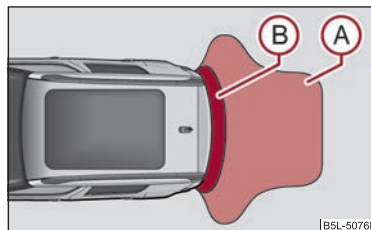
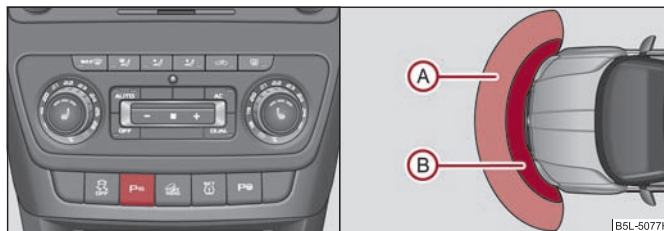

Fig. 117 Aparcamiento asistido: Zona de detección de los sensores traseros
Fig. 118 Activación del aparcamiento asistido / zona de detección de los sensores delanteros
La advertencia sobre la distancia comienza cuando la distancia hasta el obstáculo es de aprox. 160 cm (zona **A** ⇒ fig. 117). Al reducirse la distancia, se acorta el intervalo entre los impulsos sonoros.
La advertencia sobre la distancia comienza a una distancia de unos 120 cm al obstáculo delante del vehículo (zona **A** ⇒ fig. 118) y unos 160 cm al obstáculo detrás del vehículo (zona **A** ⇒ página 116, fig. 117). Al reducirse la distancia, se acorta el intervalo entre los impulsos sonoros.
El aparcamiento asistido se activa, estando conectado el encendido, acoplando la **marcha atrás** o pulsando la tecla ⇒ página 117, fig. 118 - en la tecla se enciende el símbolo **P**. La activación se confirma al emitirse un breve sonido.
El aparcamiento asistido se desactiva pulsando la tecla **P** ⇒ página 117, fig. 118 o yendo a una velocidad superior a 10 km/h - el símbolo **P**; en la tecla se apaga.
- Si tras la activación del sistema se emite un sonido de aviso durante 3 segundos y en la proximidad del vehículo no se encuentra obstáculo alguno, existirá una avería del sistema. La avería se señala adicionalmente mediante el parpadeo del símbolo **P** en la tecla ⇒ página 117, fig. 118. Acuda a un servicio oficial para que se solucione la avería.